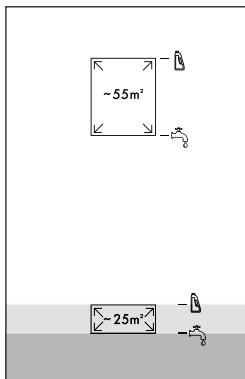

Fig. 8
- ◆ Pentru suprafețe mici (până la 25 m²) umpleți rezervorul de apă curată ⑪ cu apă de la robinet sau cu apă distilată până la primul marcaj de nivel (a se vedea fig. 8).
- ◆ Pentru suprafețe mici (până la 25 m²) umpleți rezervorul de apă curată ⑪ cu substanțe de curățare până la al doilea marcaj de nivel (a se vedea fig. 8).
- ◆ Pentru suprafețe mari (până la 55 m²) umpleți rezervorul de apă curată ⑪ cu apă de la robinet sau cu apă distilată până la al treilea marcaj de nivel (a se vedea fig. 8).